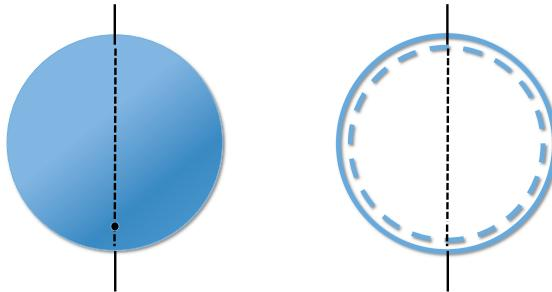

図 10.6: 球と球殼. どちらも質量 M , 半径 r .
- (4) 質量 M , 半径 a の球の中心を通る軸周りの慣性モーメント : $I = \frac{2}{5}Ma^2$ (図 10.6 左)
- (5) 質量 M , 半径 a の薄い球殼 (中がからっぽの球) の中心を通る軸周りの慣性モーメント : $I = \frac{2}{3}Ma^2$ (図 10.6 右)